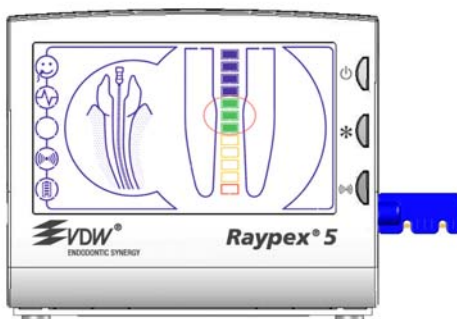

Abb. 11
- Im Apex Zoom muss die Messwertanzeige innerhalb der grünlichen Zone zwischen dem 5. und 7. Balken liegen (siehe Markierung in Abb. 11).